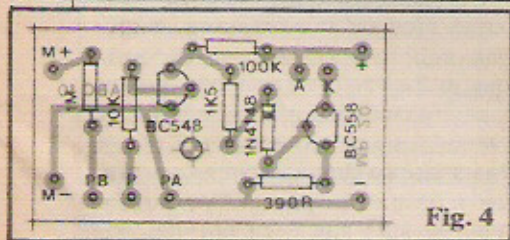

Fig. 4
- FIG. 4 - "Chapeado" da Montagem Prática 20. Na figura a placa é vista pelo lado dos componentes (não cobreado), com todas as pe-